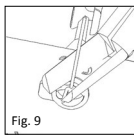

Fig. 9
■ **Fig. 9** Til sidst klippes skaftet af ved hovedpladen med bidetangen (REF 8000 171) (Fig. 9). Den derved opståede stift på hovedpladen understøtter senere fikseringen af transplatatet mellem hovedpladen og trommehinden og forebygger en postoperativ dislokation. Længden af stifterne kan varieres, men skal dog under alle omstændigheder korrelere med tykkelsen af det forudsatte transplatat.